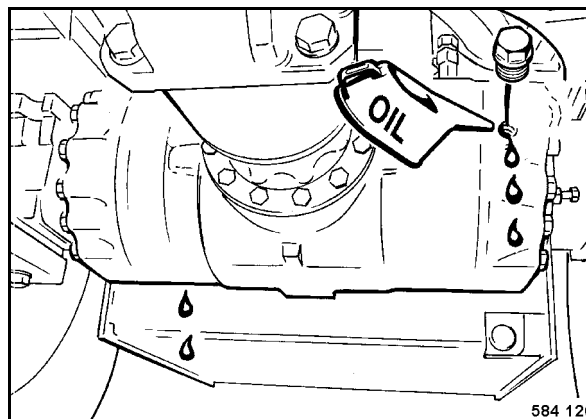

Fig. 99
- Desenroscar el tapón de control (Fig. 99) y comprobar el nivel de aceite.